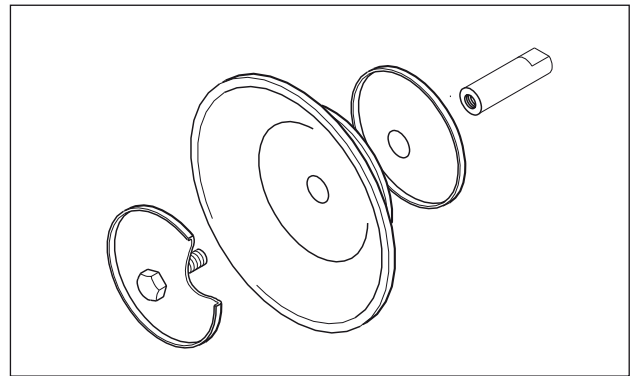

Abb. 13: Montage Standardmembran mit Innen- und Außenteller
- Pumpen DL 40, 50 und 80 mit PTFE-Membranen haben innere Membranteller mit angeschraubten Distanzscheiben zur Verringerung und Verlagerung des Hubes. Bei nachträglicher Umrüstung auf PTFE-Membranen müssen die entsprechenden Teller verwendet werden (Abb. 13).